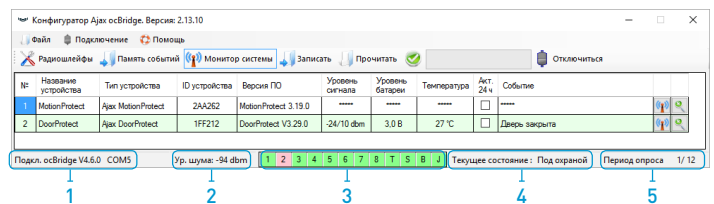

РИС. 15. Подключенные датчики входят в рабочий режим
5.7. Вкладка «Монитор системы» предназначена для контроля состояния датчиков и проведения тестов качества их радиосвязи. Текущее состояние датчика определяется цветом фоновой подсветки (РИС. 15):
5.8. В нижней части вкладки «Монитор системы» (РИС. 15) отображается информация о: